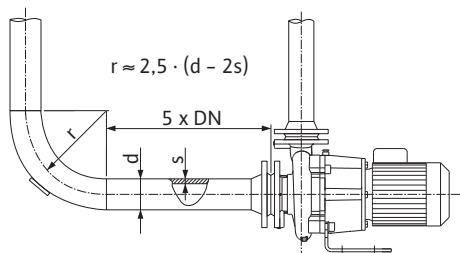
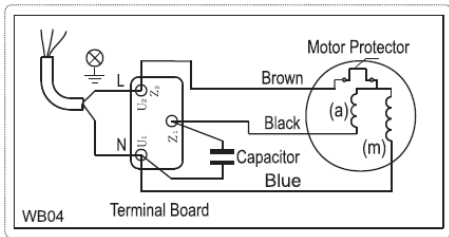

Fig. 4: Insaktningssträcka före och efter pumpen
Fig. 5: Enfasströmanslutning
- Nätanslutningen är beroende av motoreffekten P_2 , nätspänningen och tillslagstypen. Nödvändiga byglingar i kopplingsboxen anges i följande tabell samt Fig. 4 och Fig. 5.